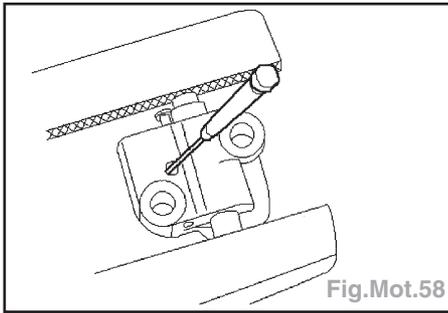

Fig.Mot.58
- Poser les pignons du vilebrequin (2).
- Tenir le mécanisme de blocage du rochet de tendeur de chaîne de distribution gauche éloigné de la tige de rochet avec une petite goupille (Fig.Mot.58).
- Tenir le mécanisme de blocage du rochet de tendeur de chaîne de distribution droite éloigné de la tige de rochet avec une petite goupille (Fig.Mot.58).